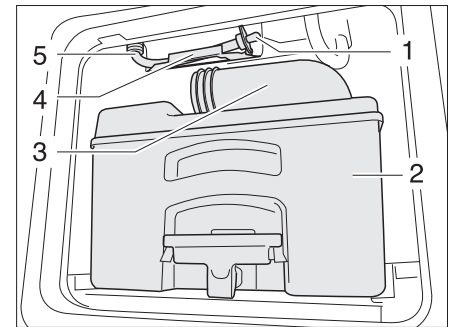

Bild 111 Ablaufschlauch Wassertank Toilette
- ▶ Kassette (Bild 111,2) an einer dafür zugelassenen Entsorgungsstelle entleeren und reinigen.
- ▶ Den Entleerungsstutzen (Bild 111,3) offen lassen.
- ▶ Ablaufschlauch (Bild 111,5) aus der Halterung (Bild 111,4) nehmen.
- ▶ Den Ablaufstöpsel (Bild 111,1) entfernen und Restwasser ausfließen lassen.